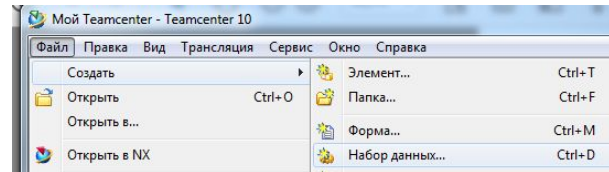

Рис. 16
2. Выбрать пункт меню **Файл – Создать – Набор данных** (Рис.16)